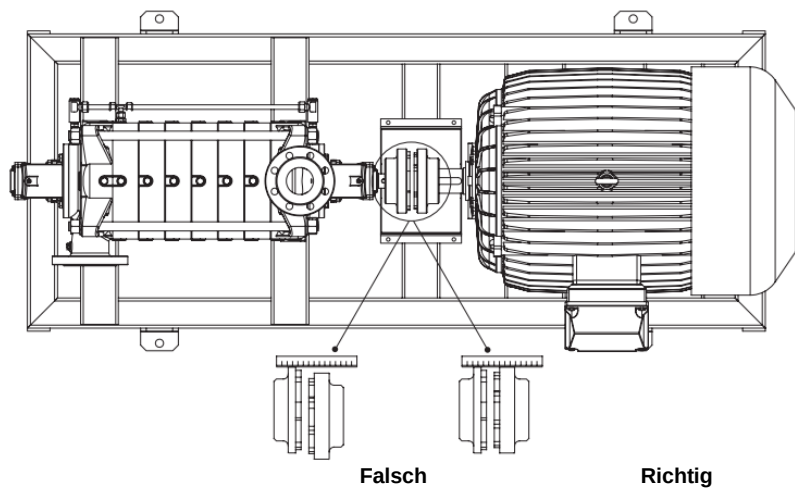

Fig. 9
- Horizontale Ausrichtung (**Fig. 9**)
Zuerst horizontale Ausrichtung durchführen, dies beinhaltet Platzieren der Pumpe und Motor in gemeinsamer Achse (Ansicht von oben, **Fig. 9**). Kann mittels Stemmeisen oder Gummihammer geschehen.